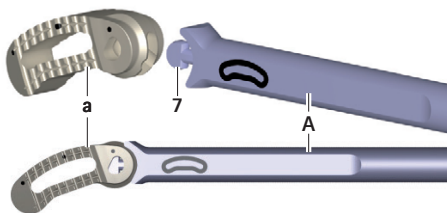

Fig. 7 Accouplement de l'implant sur l'instrument d'insertion
- Ficher l'implant **a** dans l'emballage de protection sur le méplat **7** de l'instrument d'insertion **A**, voir Fig. 7. Ce faisant, veiller à l'orientation de l'implant (orientation en fonction de l'inscription figurant sur l'instrument d'insertion).
- ▶ Accoupler l'instrument d'insertion **A** à l'implant **a** in situ, voir Fig. 7.